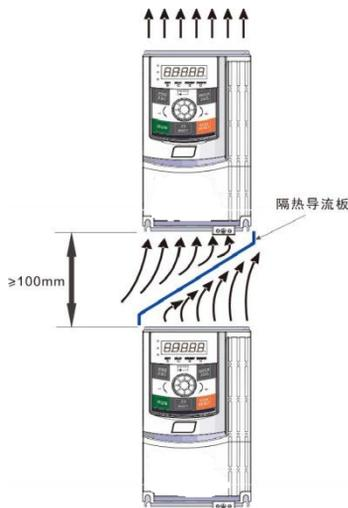

图3-2. BT500变频器安装示意图
- 1) 请垂直安装变频器，便于热量向上散发。但不能倒置。若柜内有较多变频器时，最好是并排安装。在需要上下安装の場合，请参考图3-2的示意，安装隔热导流板。